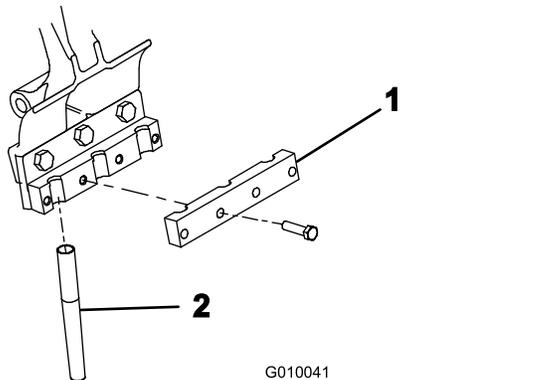

図 24
5. 各タインホルダーにタインクランプを仮止めする 図 24 $\frac{3}{8}$ x $1\frac{1}{2}$ in ボルト 4 本を使用する。この時点ではまた本締めしないこと。